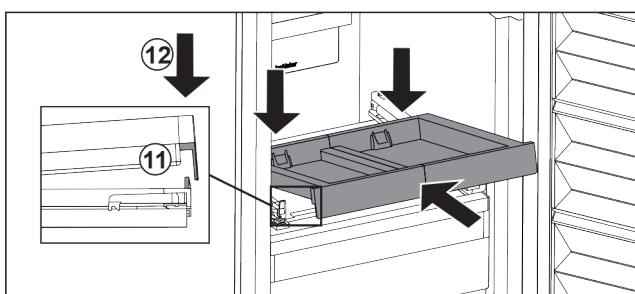

Fig. 84
- Šikmo zasuňte. Dbejte, aby byl na obou stranách doraz za západkou. Fig. 84 (11)
- Usad'te vpředu vysouvací přihrádku. Fig. 84 (12)